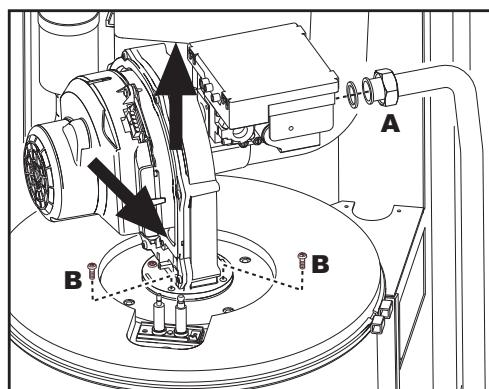
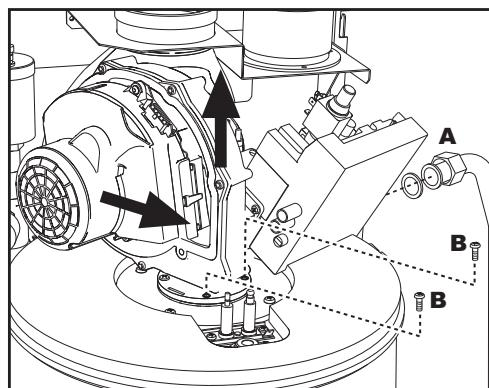

fig. 54 - modello FUTURIA POWER 80 - 160
fig. 55 - modello FUTURIA POWER 125 - 250
4. Allentare il girello "A" di fissaggio della valvola gas (fig. 54 e fig. 55).
5. Svitare le due viti "B" di fissaggio e sfilare il gruppo ventilatore come indicato in fig. 54 per il modello FUTURIA POWER 80 - 160 e in fig. 55 per il modello FUTURIA POWER 125 - 250.